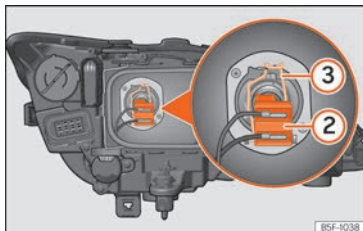

Fig. 55 Luz de cruce.
- Extraiga el conector » fig. 55 ② de la lámpara.
- Desenganche el resorte retentor » fig. 55 ③ presionándolo hacia dentro y a la derecha.